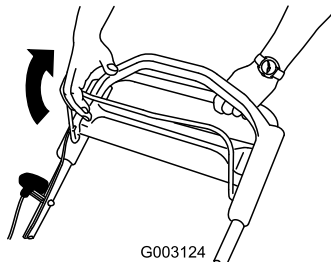

**Figure 14**
2. Appuyez sur le bouton de démarrage électrique (Figure 14) (modèle à démarrage électrique uniquement) ou tirez la poignée du lanceur (Figure 15).
**Remarque:** Si le bouton de démarrage électrique a été retiré, insérez-le dans le démarreur électrique; voir Figure 14 (modèle à démarrage électrique uniquement).